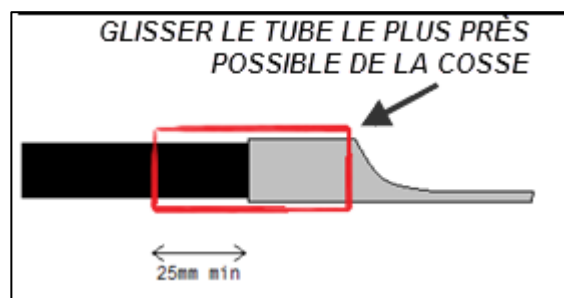

Figure 11
B3. Dévisser l'écrou de montage de la borne positive. (item ⑧, Fig. 11) enlever la borne de survoltage
- B11. Insérer l'écrou captif 500678 (item ④) dans le trou du coin inférieur droit du boîtier. (Fig. 11, 13) Si vous utilisez le support original, enlevez le rivet à cet endroit.
- B13. Insérez la borne de survoltage 561856 dans le trou du support, puis la rondelle d'étanchéité 382444, (item ⑤) puis le boîtier 382441 (item ①) en s'assurant de bien placer le trou d'évacuation d'eau au point bas. Visser l'écrou de la borne (fig. 11).
B14. Fixer le boîtier (item ①) au support en utilisant la vis à tête ronde (item ②) 5001305 et la rondelle (item ③) 5001137. (Fig. 11 & 13).